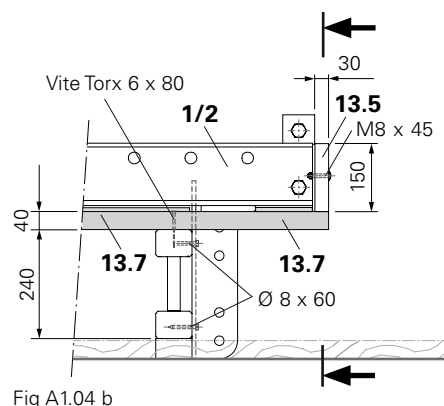

Fig. A1.04b
1. Posizionare le traverse (1/2) sulle tavole di appoggio (13.8) e allineare. (Fig. A1.04b)
2. Appoggiare le travi GT 24 (13.1) a sostegno delle traverse (1/2), assicurandosi che i componenti siano perpendicolari. (Fig. A1.04b)